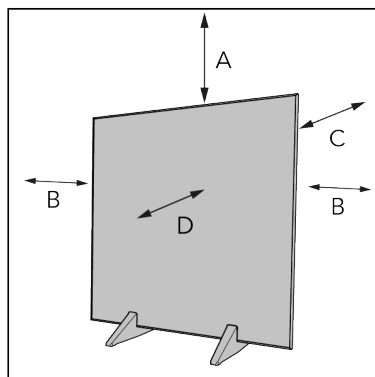

Figure 80.
4. Placez l'appareil en respectant un dégagement minimal (Figure 80) de :